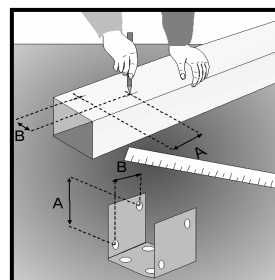

Rys.20
3. W oznaczonych poprzednio miejscach wywiercić za pomocą wiertarki udarowej otwory pod kołki rozporowe. Rys. 20